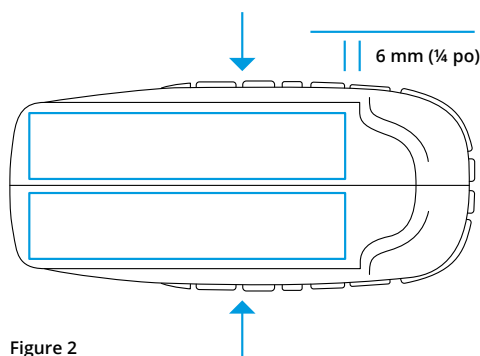

Figure 2
1. Appliquez une fine couche de colle cyanoacrylate sur la surface de collage de la semelle en caoutchouc. L'adhésif doit être à 6 mm (¼ de pouce) du bord du logement des orteils, voir Figure 2.
3. Pressez les deux moitiés de la semelle en caoutchouc ensemble dans le sens indiqué par les flèches à la Figure 2.